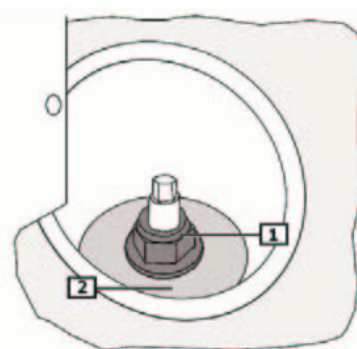

Fig. 9:
- Mutter(n) - Stoßdämpfer abschrauben. (1)
- Fig. 9** Stützlageroberteil abnehmen. (2)
- Schraube(n) entfernen. (1)
- Unscrew shock absorber nut(s). (1)
- Fig. 9** Remove upper part of support bearing. (2)
- Remove screw(s). (1)
- Dévisser l'/les écrou(s) - amortisseur. (1)
- Fig. 9** Enlever l'amont de la console du lit. (2)
- Retirer la/les vis. (1)